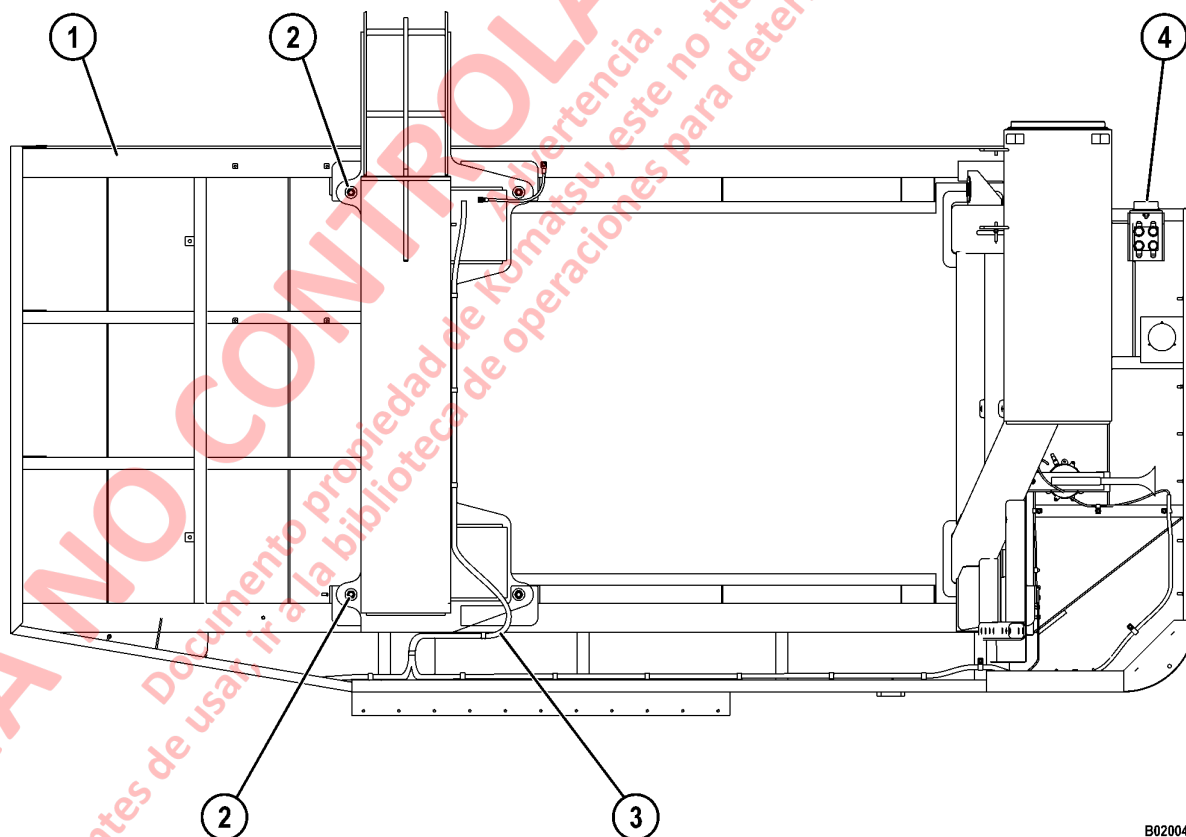

FIGURA 2-3. MONTAJE DE LA ESTRUCTURA DE LA PLATAFORMA IZQUIERDA
2. Desconecte el arnés (3, Figura 2-3) de la iluminación de la plataforma. Desmonte los arneses de cableado, cables o mangueras que sean necesarios. No es necesario retirar los arneses y abrazaderas de la iluminación.
4. Desmonte los elementos de montaje (2) de la plataforma y las laines del área de soporte de la plataforma y la zona recta delantera.
6. Levante con cuidado la estructura de la plataforma (1) desde sus soportes.